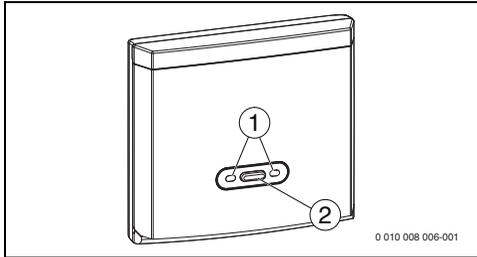

Fig. 21 Modulo a onde radio
- ▶ Premere il tasto di connessione sul modulo a onde radio (→ fig. 21, pag. 13).